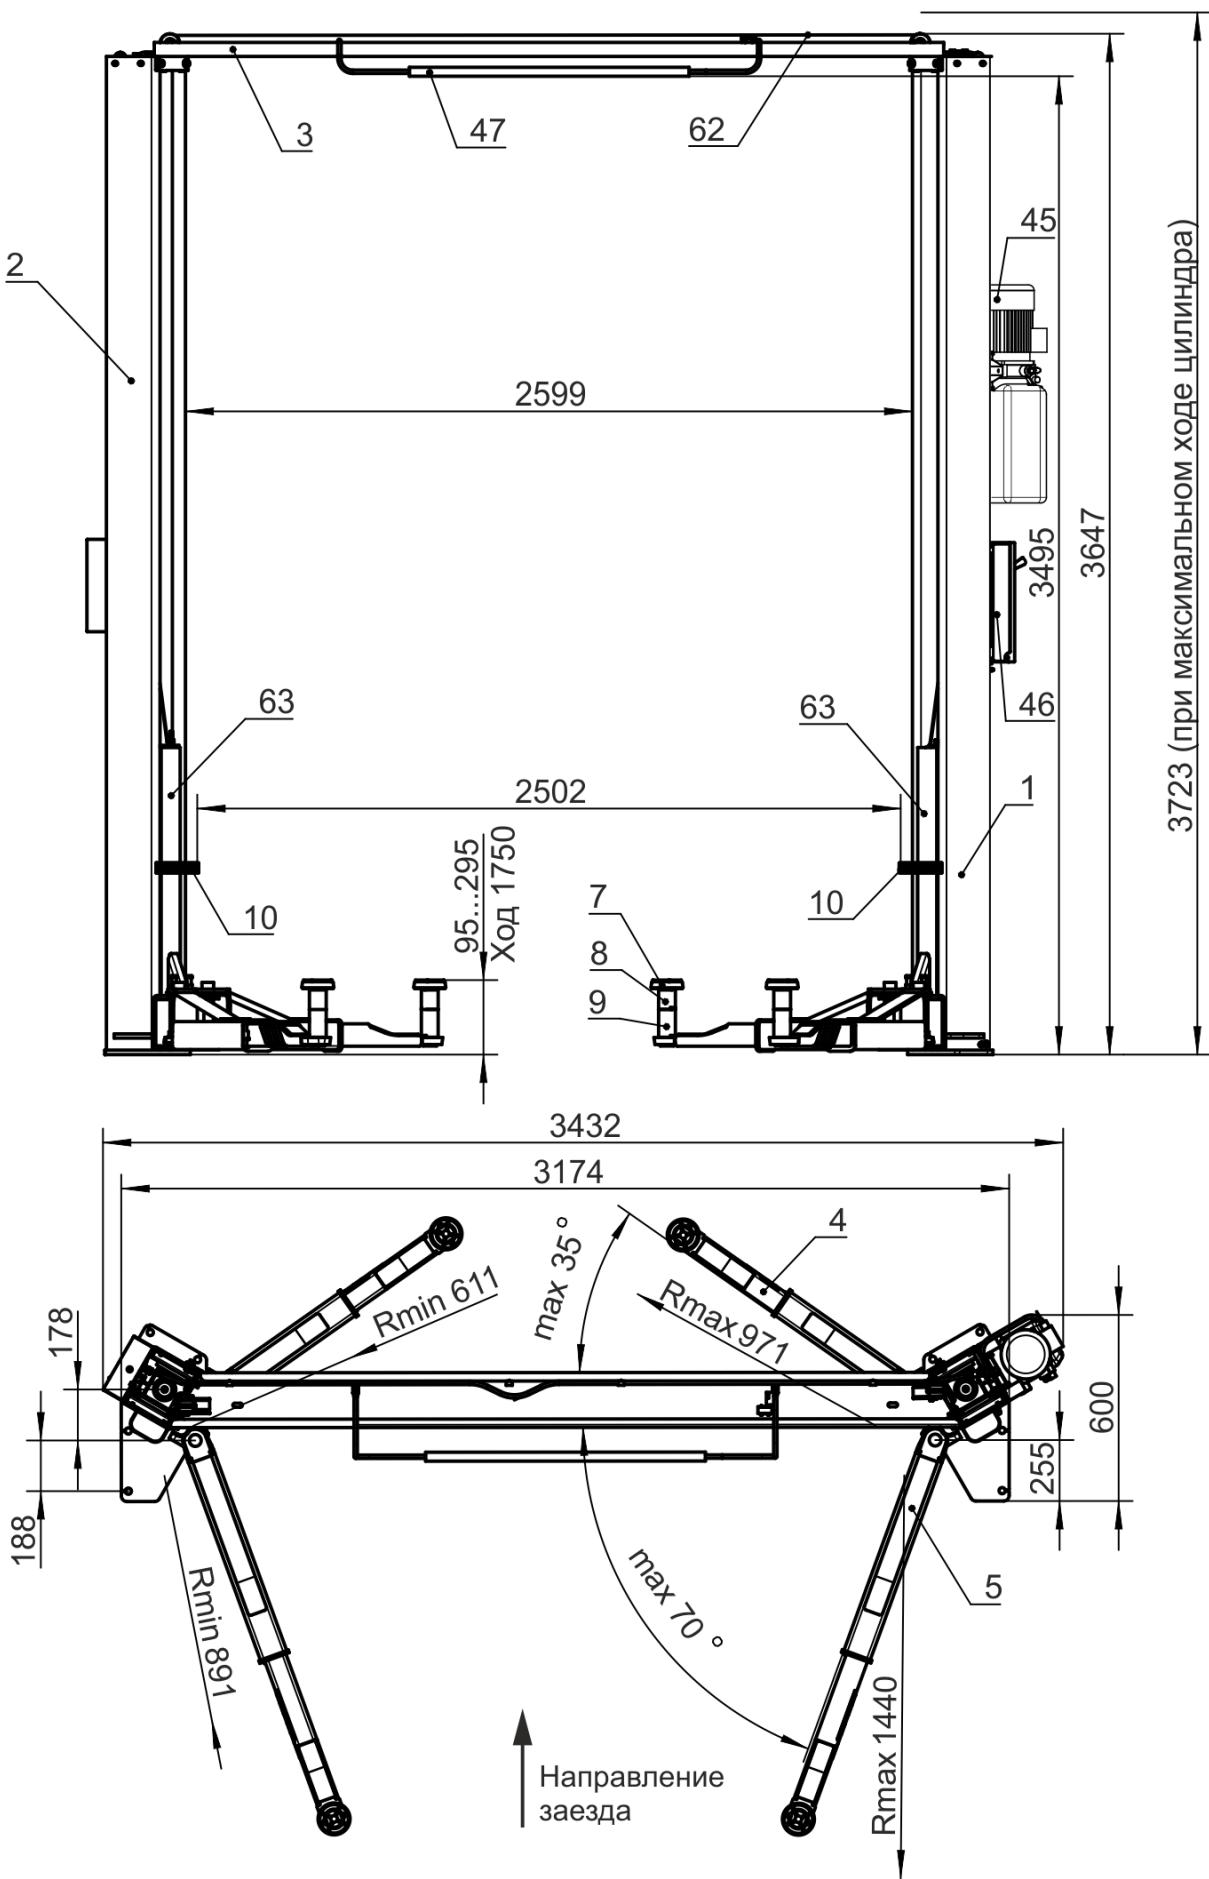
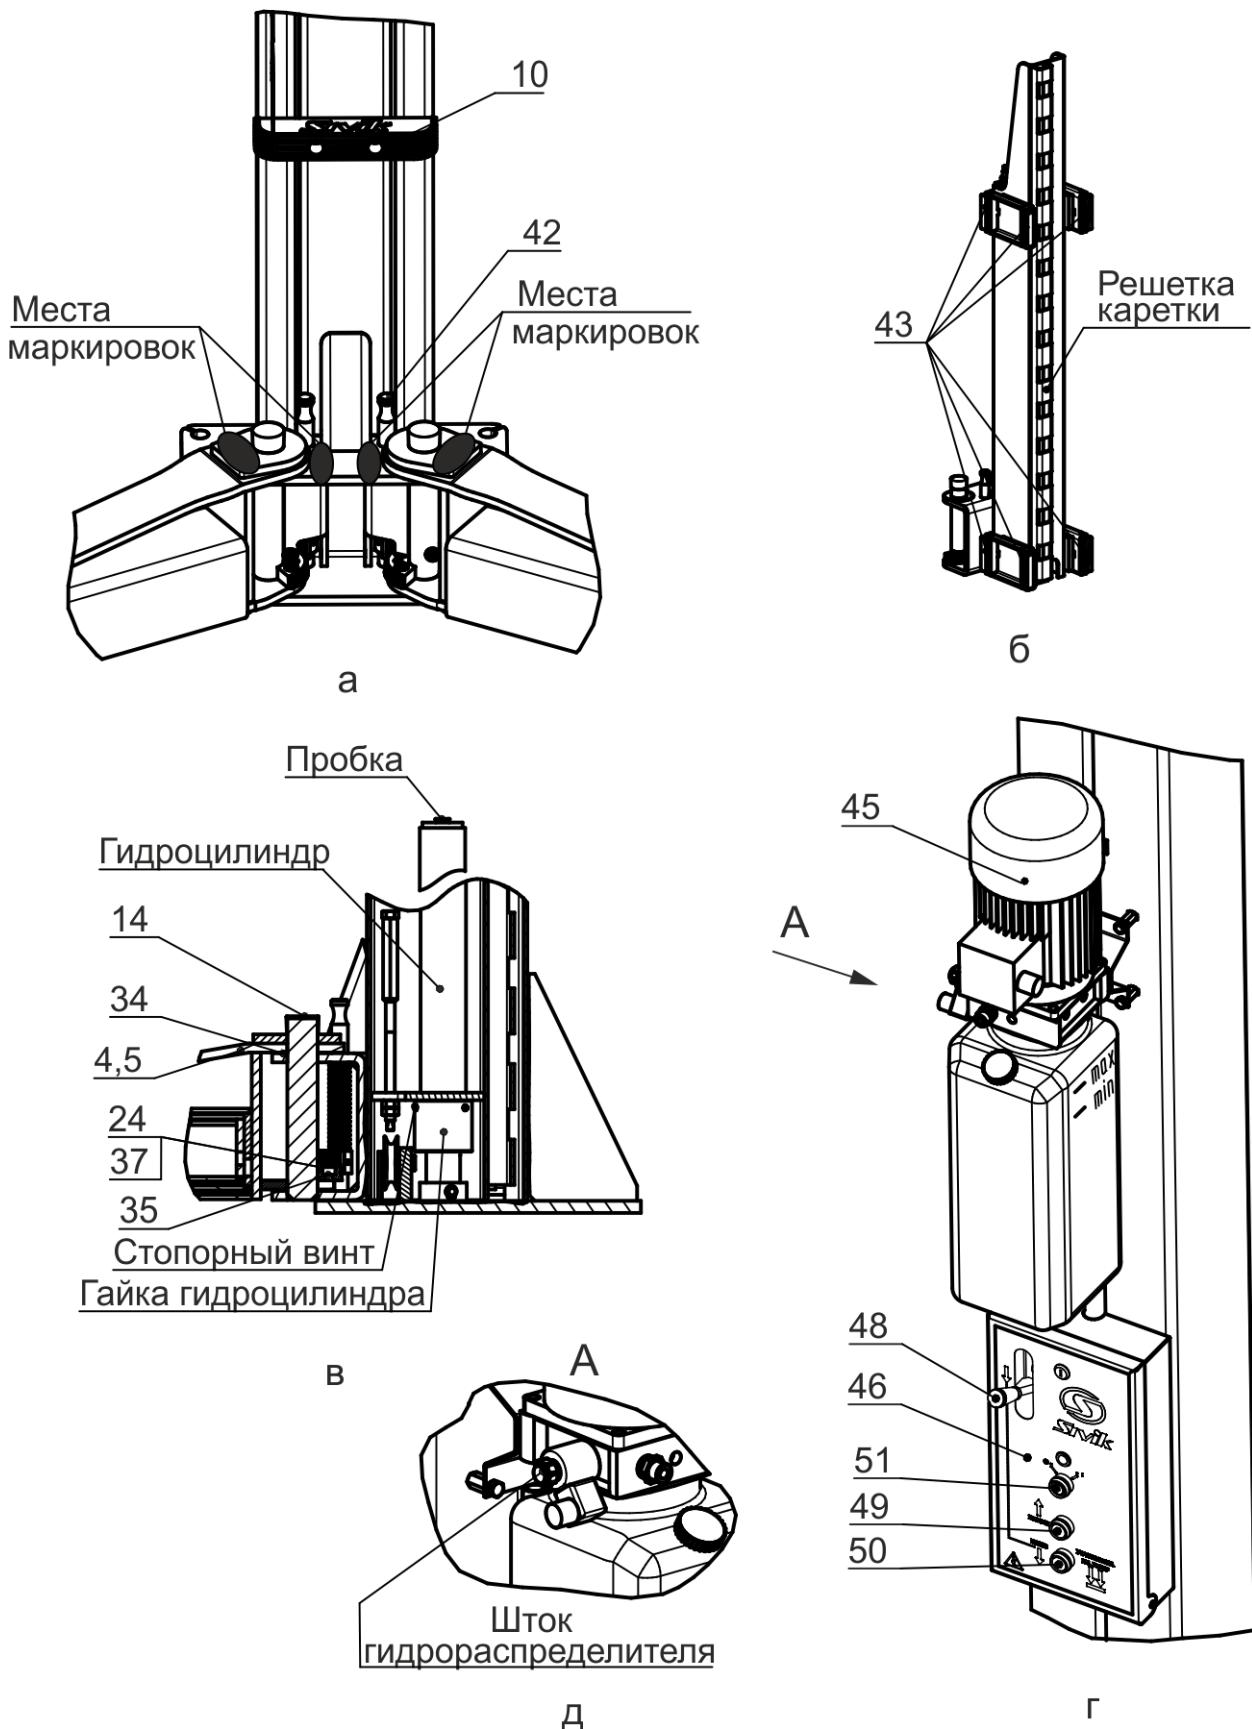

Рисунок 3.1 - Общий вид подъемника
Рисунок 4.1 – Виды подъемника
Подъемник (рисунок 3.1) состоит из двух стоек коробчатого сечения - правой 1 и левой 2, соединенных между собой перекладиной 3. В стойках размещены каретки 63 с закрепленными на них поворотными телескопическими подхватами 4 и 5 разной длины. На концах подхватов 4, 5 установлены опоры 7, подставки опоры 8, 9. Подхваты фиксируются стопорными устройствами 42 (рисунок 4.1 а), автоматически срабатывающими при подъеме автомобиля. При опускании кареток 63 в крайнее нижнее положение происходит автоматическое расстопорение подхватов 4 и 5. Каретки 63 приводятся в движение гидравлическими цилиндрами, установленными внутри стоек. Подъемник снабжен системой 62 тросовой синхронизации движения кареток 63.
Каждая каретка 63 (рисунок 4.1 б) снабжена полиамидными ползунами 43, скользящими по беговым дорожкам стоек 1 и 2. Каретки фиксируются на требуемой высоте стопорами-защелками 44 (рисунок 3.1), закрепленными на стойках 1,2 и входящими в зацепление с решетками на каретках 63.
На правой стойке (рисунок 4.1 г) размещена насосная станция 45 с пультом управления 46. Внутри насосной станции 45 находится клапан предохранительный, предотвращающий перегрузку в гидросистеме. Клапан предохранительный настроен на заданное давление и опломбирован.
- касании автомобилем ограничительной дуги 47 перекладины 3 (рисунок 3.1);
Для предотвращения повреждения дверей автомобиля (при открывании) на каретки 63 установлены накладки 10, фиксируемые винтами М8x30, шайбами 8Г и шайбами 8 (рисунок 3.1 и рисунок 4.1 а).
Управление подъемником осуществляется рычагом 48 (рисунок 4.1 г) и двумя кнопками 49 и 50, установленными в пульте управления 46. Рычагом 48 осуществляется расстопорения кареток 63, а кнопками 49 и 50, подъем (кнопка 49) и опускание (кнопка 50) кареток 63.
**ВНИМАНИЕ!** Перед сборкой проверить затяжку гаек гидроцилиндров и стопорных винтов (рисунок 4.1в).
Для того чтобы проверить срабатывание упругой тяги 55, необходимо одному человеку прижать рукой защелку 44 к стойке 2, а другому повернуть рычаг 48 (рисунок 4.1 г) на себя. Упругая тяга 55 должна вытянуться на полный ход штока 30.
При повороте рычага 48 (рисунок 4.1 г) защелки на левой и правой стойки должны срабатывать одновременно. При отпусканье рычага 48, защелки на левой и правой стойке должны вернуться в исходное положение. Регулировка проводится выборкой слабины тросика 52 и обжатием петли от вытягивания зажимом 13.
6.9 Открутить пробку бака насосной станции 45 и залить масло (около 12 л) до верхней метки «MAX» (рисунок 4.1г). Уровень масла контролировать визуально. Установить пробку бака на место.
- кратковременным нажатием на кнопку 49 (двигатель должен работать, вращение крыльчатки по стрелке на кожухе эл. двигателя, а из бака должно убывать масло, рисунок 4.1г).
- отвернуть пробки у каждого гидроцилиндра на один оборот (рисунок 4.1в)